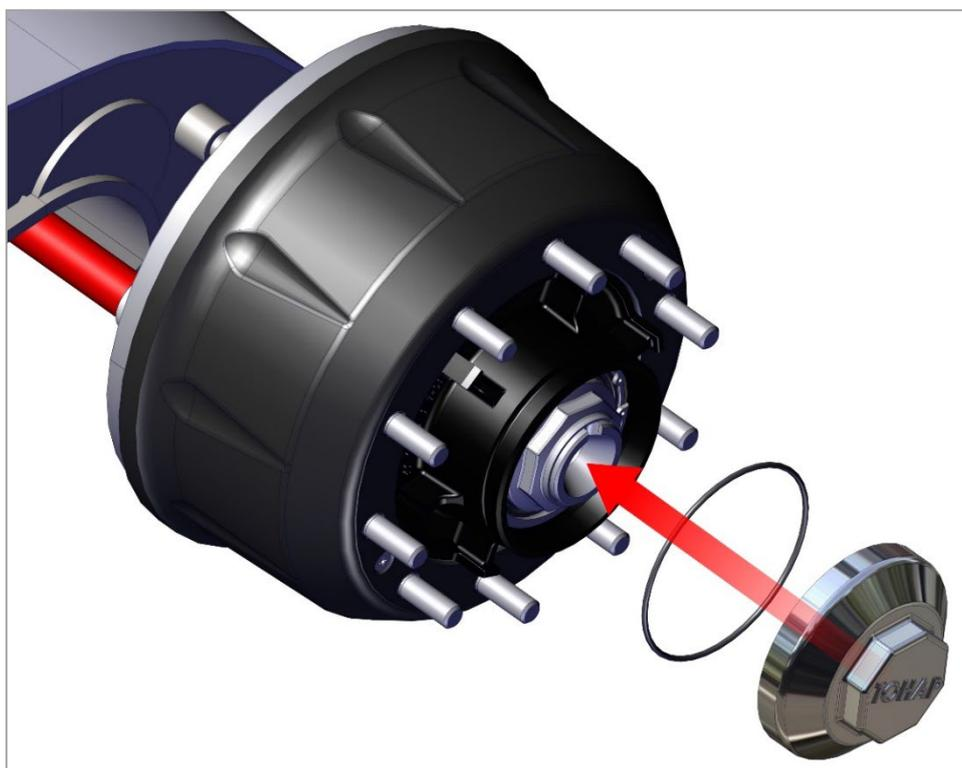

Рис. 43. Монтаж крышки ступицы колеса с резиновым уплотнительным кольцом
3) Установите крышку ступицы колеса с резиновым уплотнительным кольцом (рис. 43)